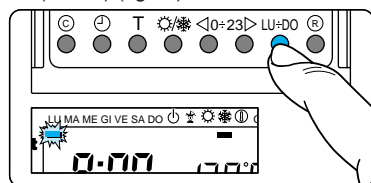

Fig. 35
8.2 - Tramite il pulsante LU ÷ DO portare l'indicatore del giorno in posizione LU (lunedì) (fig.35).